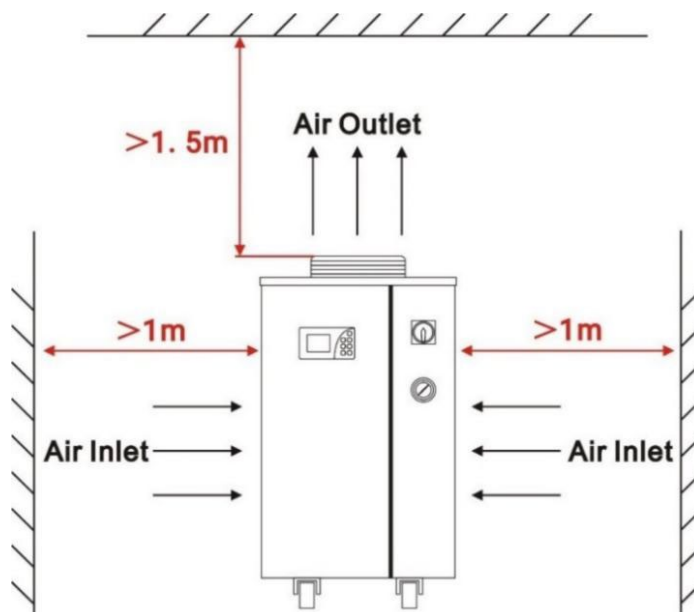

Figura 3: Requisiti di spazio per l'installazione del chiller
(3) L'uscita dell'aria del chiller deve trovarsi ad almeno 3,5 m dall'ostacolo, e l'ingresso dell'aria deve trovarsi ad almeno 1 m dall'ostacolo (vedere lo schema seguente), come mostrato nella figura 3.